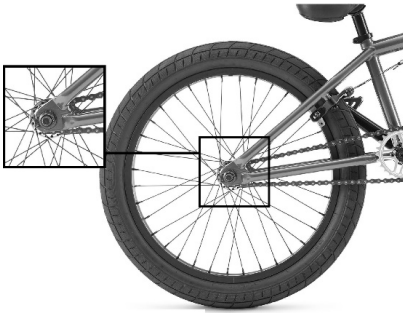

Fig. 1
- 1 . Tournez l'écrou gauche et l'écrou droit de la roue arrière de quelques tours dans le sens antihoraire, afin de les desserrer, jusqu'à ce qu'il soit possible de bouger la roue arrière (voir Fig. 1).